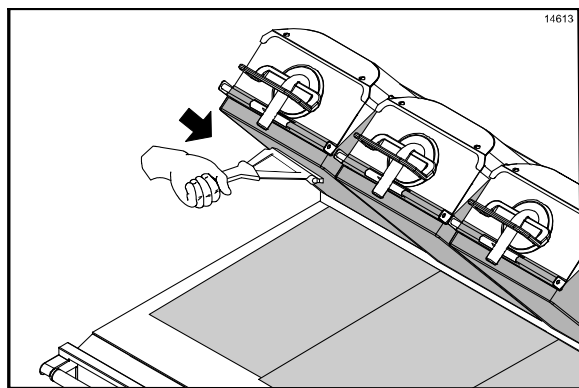

图 29
2. 用橡皮刮板从上向下刮挤上煎板铁弗龙不粘膜。（请见图 29）